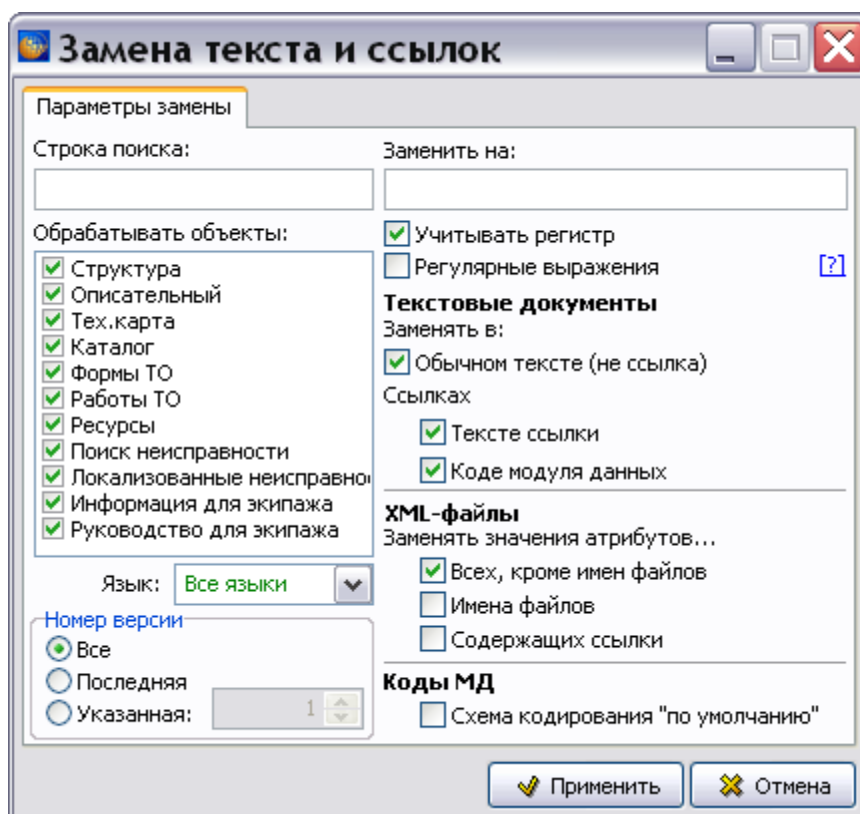

Рис. 21.3
3. Выделите проект или его раздел и в правой части диалогового окна **Структура раздела** выберите инструмент **Замена строк в CSDB** . При этом появится окно **Замена текста и ссылок** (Рис. 21.3).